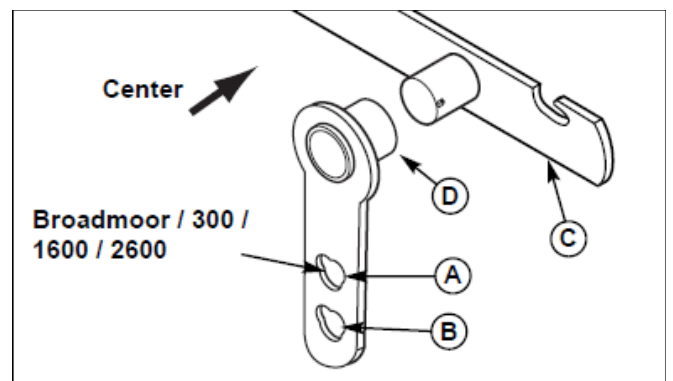

図 14 アッパーハンガー
6. そのままであれば、安全クリップ(図 13 の A と H)を上部ハンガ(B)と下部ハンガ(E)から外してください。リフトフック(F)の上にポストについて上部ハンガ(B)を入れ、リフトフック(F)の上にポストに上部ハンガ(B)を入れてください。上部ハンガーのロングハブ(図 14 の D)を中央にします。下部ハンガー(D)の上にある上部ハンガ(図 13 の B)の上の孔につないでください。ワッシャ(G)と安全クリップ(AとH)でこていしてください。逆の側も同様にします。
注意:Broadmoor/300/1600/2600 は図 14 による上部の孔に入れます。